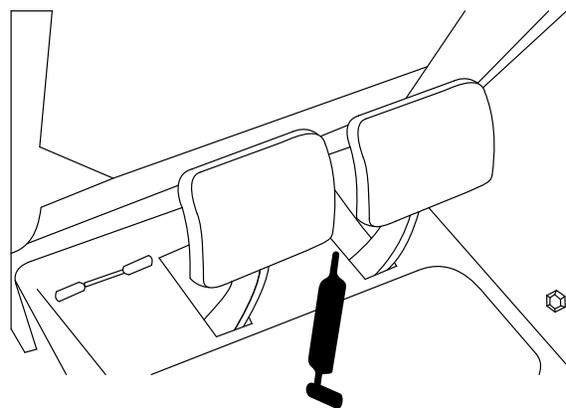

図 49
- ・ ブレーキペダルのシャフト (1ヶ所) (図 49)。